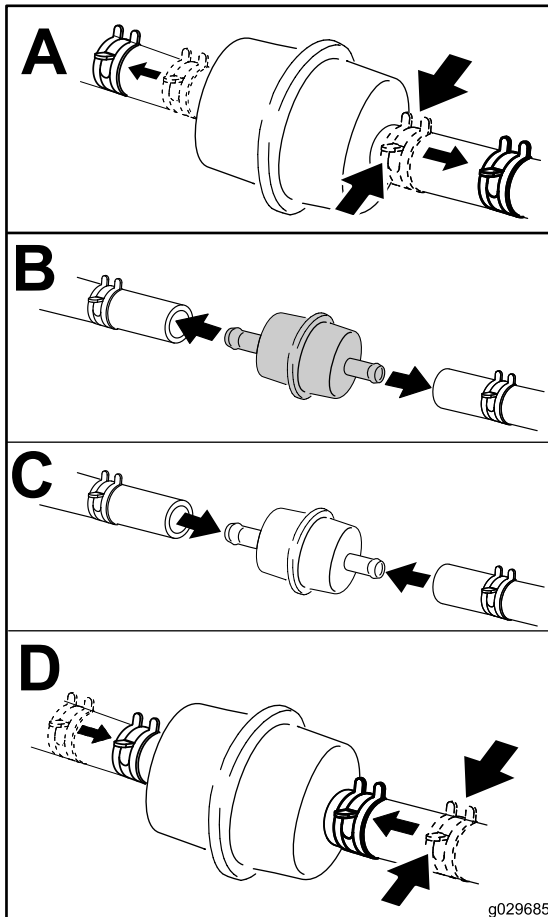

Figura 53
4. Cambie el filtro de combustible según se muestra en Figura 53.